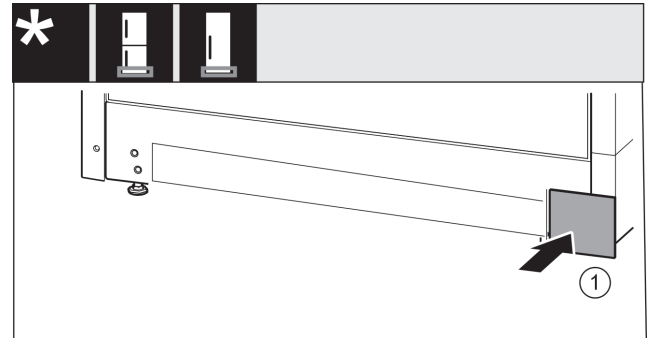

Fig. 18
- Aseta suojus Fig. 18 (1) uudelleen toiselle puolelle.